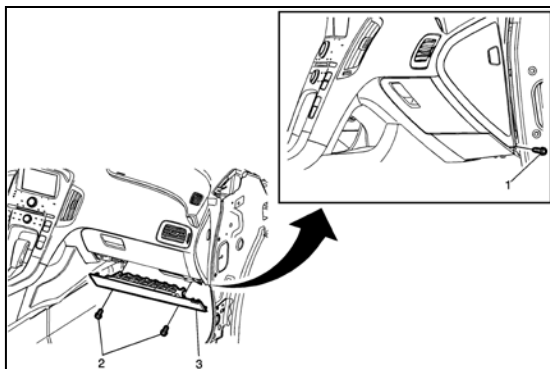

Fig. 3
7. Retire los sujetadores del airbag inferior del panel de instrumentos (1 y 2) y el módulo del airbag (3) (ver Fig. 3).